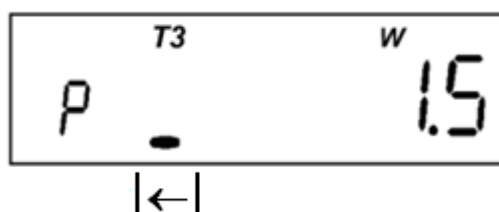

Рисунок 4.12
- прогнозируемая отпущенная активная мощность (отображается мнемоникой " $W$ " и маркером " $| \leftarrow$ "). Только для двунаправленных счетчиков (Рисунок 4.12):